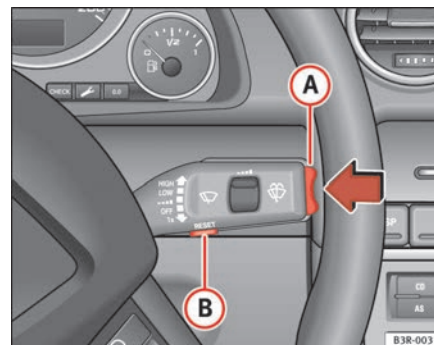

Fig. 57 Palanca del limpiaparabrisas: Interruptor-selector de funciones
- Pulse el conmutador-selector de funciones en la palanca del limpiaparabrisas **A** ⇒ fig. 57, en la parte superior o bien inferior, para modificar el valor programado. Un aumento o disminución de la velocidad podrá almacenarse a intervalos de 10 km/h.
- Pulse la tecla Reset dispuesta en la palanca del limpiaparabrisas **B** ⇒ fig. 57 hasta que aparezca tachado el símbolo de advertencia del límite de aviso 2.